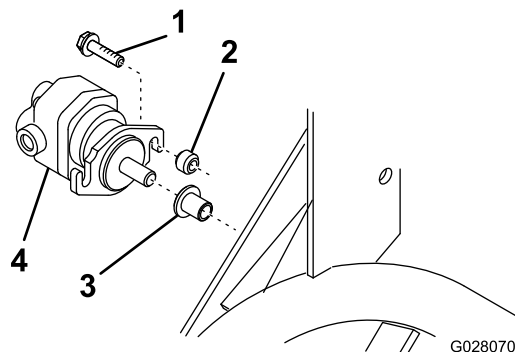

図 10
B. リールモータのスプライン付きシャフトをフレームの取り付けチューブに差し込む 図 10。
C. リールモータのフランジを型紙として使って 図 10 に示すようにセットし、ステップ A で引いた線の上に直径 8.75mm の穴を開ける。